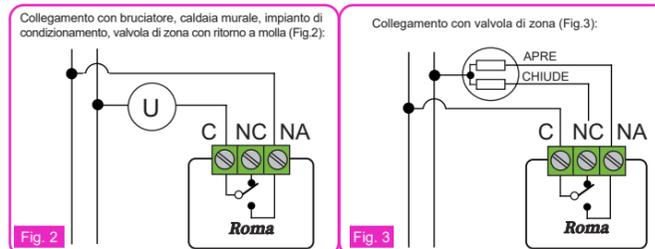

Fig. 2 Fig. 3
- 1 - Effettuare il collegamento elettrico a seconda del carico da comandare (Fig.2 / Fig.3).